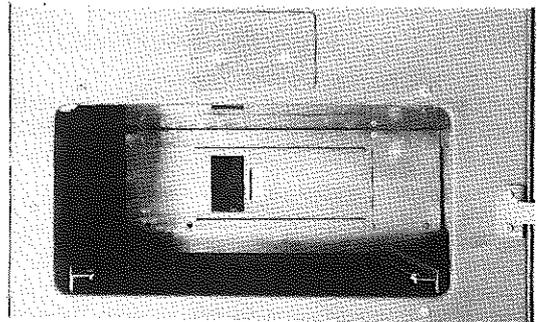

Fig 7 - TRAPPES DE RAMASSAGE
- vérifier la bonne fermeture des trappes de ramonage situées sur le circuit cuisine : trappe de ramonage placée derrière le tiroir étuve. Pour enlever ce tiroir étuve, celui-ci étant fermé, appuyer vers le bas le panneau de tiroir afin de relever la partie arrière ; tirer ensuite vers l'avant. (fig 7 - 8)